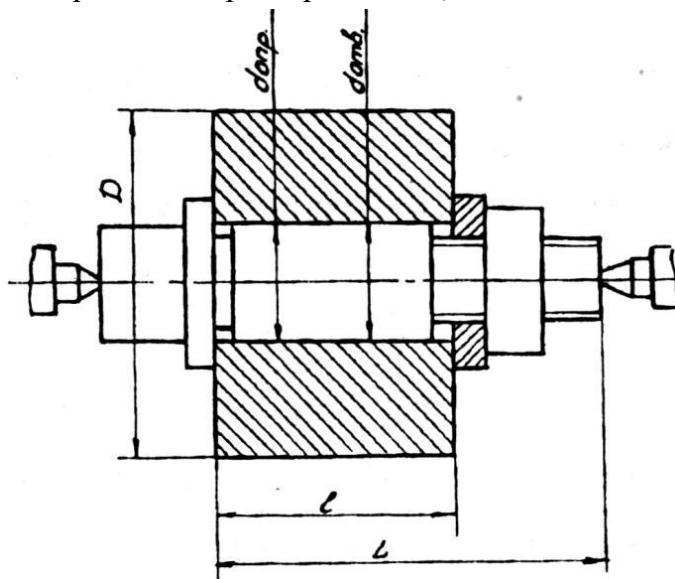

Рисунок 4 – Схема для расчета погрешности втулки
**Задание 4.** Определить погрешность базирования втулки на жесткой оправке с зазором и упором в торец (рис. 4) при точении наружной цилиндрической поверхности диаметром  $D=65_{-0,19}$  мм. Заданные размеры (в мм):  $d_{опр}=30_{-0,03}$ ;  $d_{омв}=30^{+0,13}$ ;  $l=50$ . Наружная поверхность партии заготовок предварительно обработана в размер  $D3 = 66_{-0,3}$ .